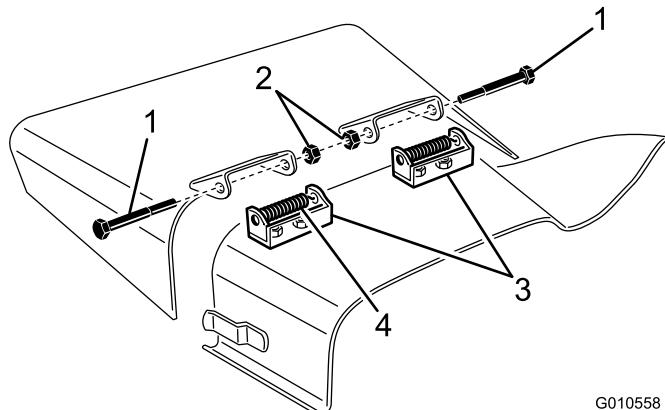

Figura 29
- Togliete le 2 viti a testa cilindrica, i dadi di bloccaggio e le molle che fissano i supporti del deflettore alle staffe orientabili (Figura 29).
- Per rimuovere le staffe orientabili, togliete i bulloni a testa tonda e i dadi (Figura 29).